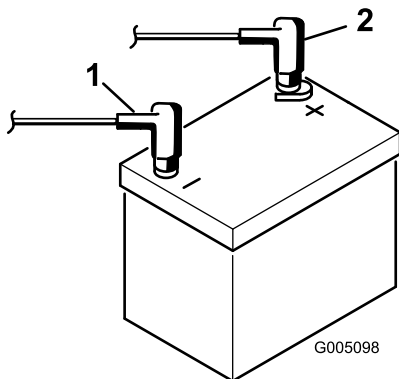

Bild 8
9. Schließen Sie zuerst das Pluskabel (Rot) am Pluspol (+) des Akkus und dann das Minuskabel (Schwarz) am Minuspol (-) des Akkus an; befestigen Sie sie mit den Schrauben und Muttern (Bild 8). Ziehen Sie die Gummimuffe über den Pluspol, um Kurzschlüssen vorzubeugen.